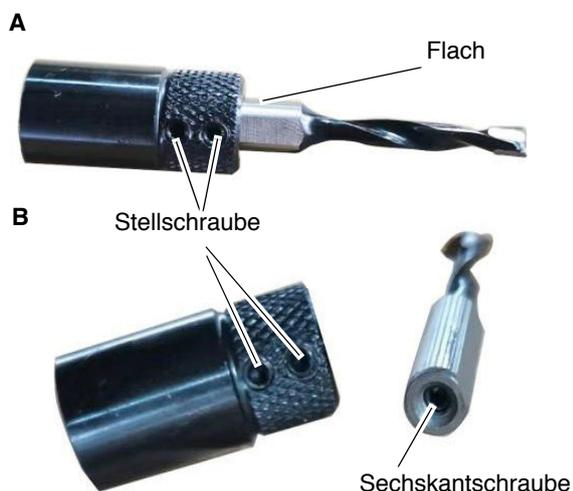

Abb. 8: Bohrer-Bits installieren
Schritt 4: Stellen Sie sicher, dass die beiden Gewindestrauben (Abb. 8) tief genug in das Spannfutter eingeschraubt sind.